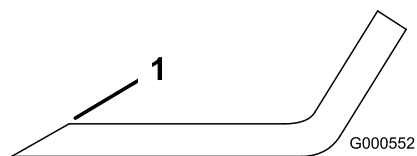

Figure 51
1. Au moyen d'une lime, aiguiser les tranchants aux deux extrémités de la lame (Figure 51).
Remarque: Si la lame est déséquilibrée, limez un peu l'extrémité de la partie relevée seulement (Figure 51).